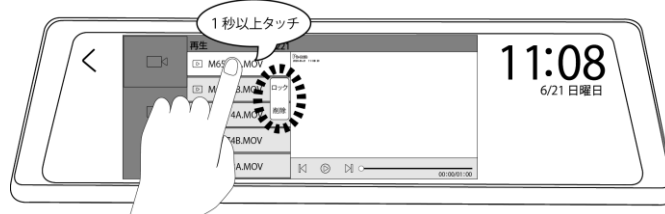

図 2 2
- 1) 再生画面を表示 (『●ファイルの再生 ○再生方法』を参照) し、ファイルを1秒以上長押しでタッチすると、処理項目が表示されます (図 2 2 参照)。
- 2) 処理項目をタッチして選択してください (図 2 3 参照)。